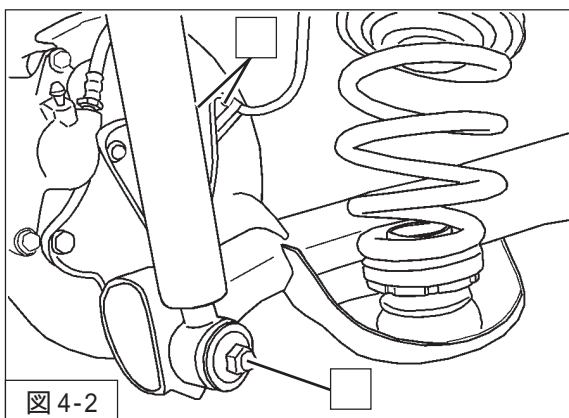

図 4-2
4. アクスルビームをジャッキで下から支えながら、リアダンパーASSY(同梱品)ゴムシート(純正部品)リアスプリング(同梱品)ライドハイトアジャスターASSY(同梱品)を車両に取付けてください。(図4-2)
5. ダンパーロア取付ナット(締付トルク:115N・m)ABSセンサーステーボルト(締付トルク:5N・m)・コネクターを取付けてください。(図4-2)